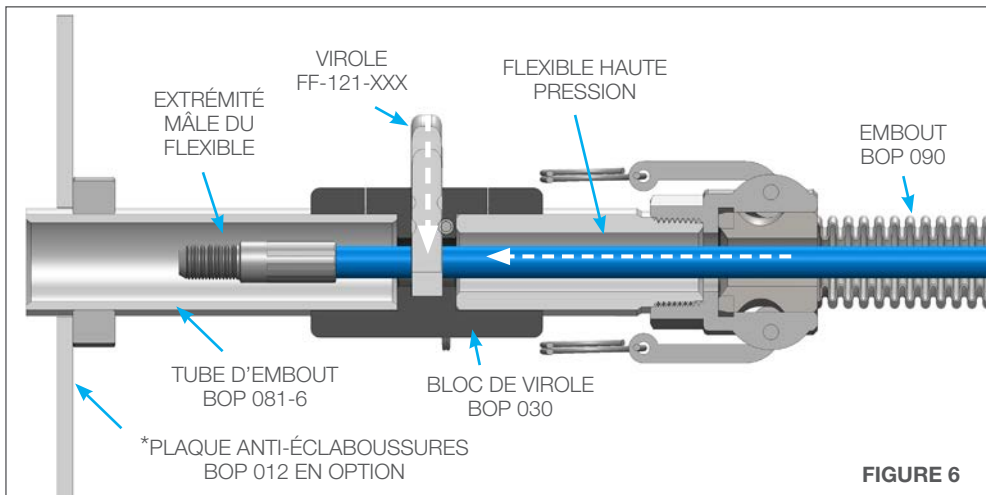

FIGURE 6
- Déposez la goupille rapide et la virole de l'ensemble bloc de virole. Poussez l'extrémité mâle du flexible au-delà de la virole et réinsérez la virole avec la goupille rapide. Essayez la virole en tirant le flexible en sens inverse de l'installation pour vous assurer que l'embout mâle du flexible ne recule pas au-delà de la virole. **(Figure 6)**
6. Déposez la goupille rapide et la virole de l'ensemble bloc de virole. Poussez l'extrémité mâle du flexible au-delà de la virole et réinsérez la virole avec la goupille rapide. Tirez vers l'arrière sur le flexible pour vous assurer que le côté mâle du flexible ne recule pas au-delà de la virole. (Figure 6)